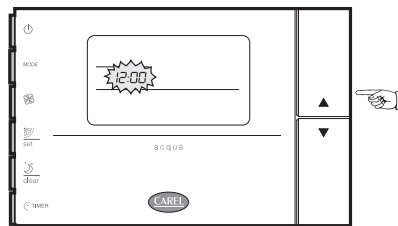

Fig. 2.12
- Impostare l'ora utilizzando i tasti UP e DOWN (l'orario lampeggia, Fig. 2.12);